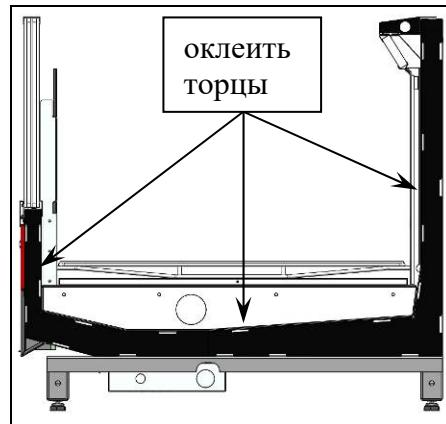

рис. 2
1. Оклепить торцы стыкуемых витрин KRIOS лентой противоконденсатной 50Х3, входящую в комплектацию витрин (рис.2);